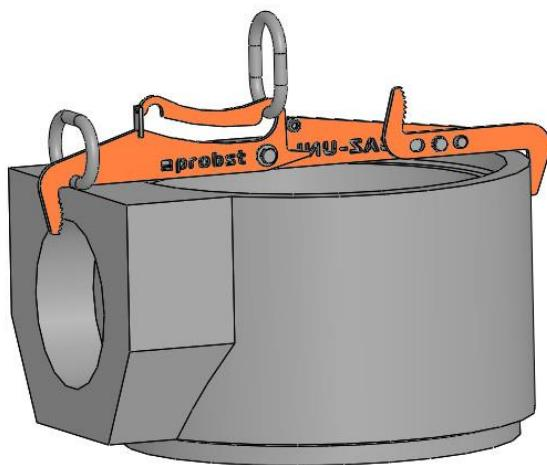

Bild 6
Przy chwytaniu części tulei (Rys. 6) ruchome ramię chwytaka (1) musi być obrócone o 180° .